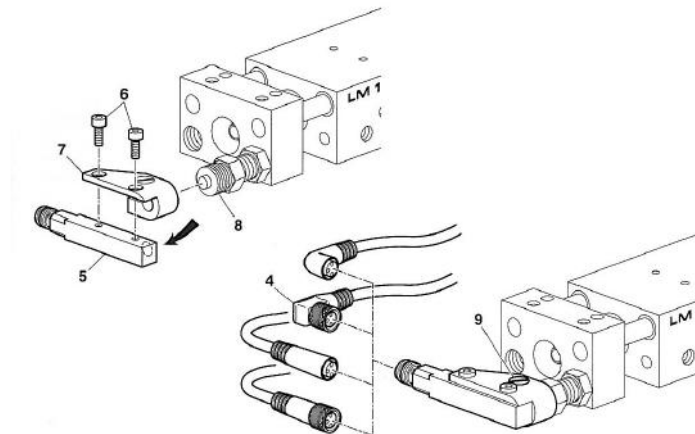

Abb. 15 Montage Initiator 8x8 mm
1. Initiator (Abb. 15, 5) mit Schrauben (6) auf Halter (Abb. 15, 7) schrauben.
2. Halter (7) mit Initiator bis zum Anschlag auf Anschlagsschraube (8) stecken.
3. Mit Schraube (Abb. 15, 9) festklemmen.
4. Stecker (Abb. 15, 4) montieren.